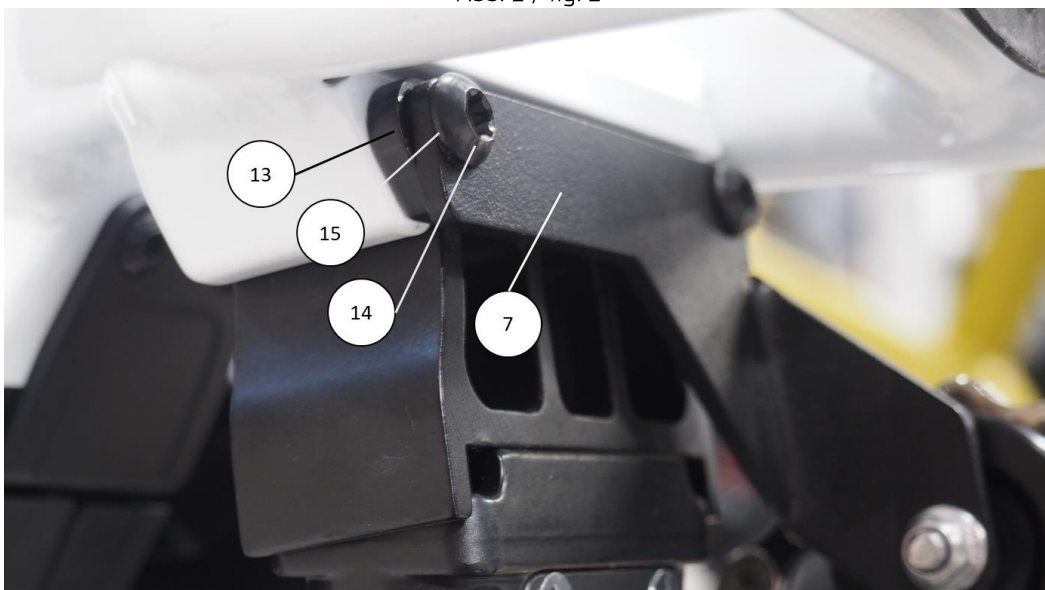

Abb. 3 / fig. 3
Verdrehsicherung ⑬ zusammen mit dem Halteblech der Umlenkrolle ⑦ mit den M6 Linsenkopfschrauben ⑭ und Unterlegscheiben d6,4 ⑮ befestigen (Abb.3).
Fasten the plate for kickstand ⑬ together with the plate for pulley ⑦ with the M6 screws ⑭ and washers d6.4 ⑮ (fig.3).